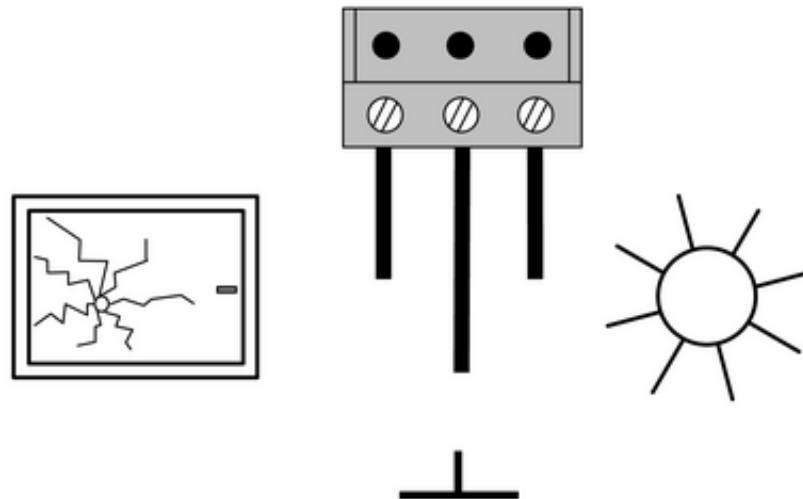

Bild 6: Anschluss an Klemmenblock
- Sensorik nach Anschlussbild (Bild 6) anschließen. Links und in der Mitte wird der Glasbruchsensor und rechts und in der Mitte der Sonnensensor angeschlossen. Bei den Sensoren ist die "Masse" gekennzeichnet. Beim Adapter und bei der Verlängerungsleitung ist die "Sonne" gekennzeichnet. Die "Masse" ist die mittlere Leitung.